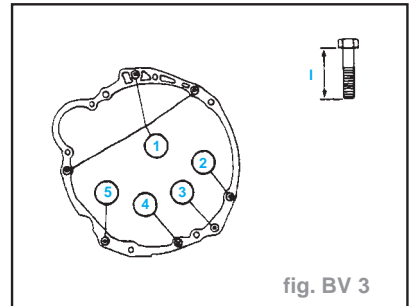

fig. BV 3
- Serrer les boulons de fixation de la boîte de vitesses (fig. BV. 3).